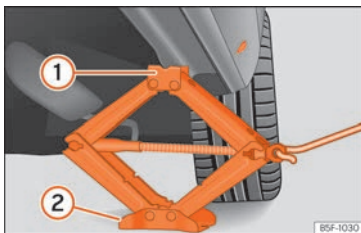

Abb. 77 Wagenheber anbringen
- Drehen Sie die Kurbel des unter dem Aufnahmepunkt des Längsträgers befindlichen Wagenhebers*, bis sich die Nase ① » » **Abb. 77** unter der vorgesehenen Einführung befindet.
- Richten Sie den Wagenheber* so aus, dass sein Aufnahmehorn ① in die dafür vorgesehene Aufnahme am Längsträger „greift“ und die bewegliche Grundplatte ② plan auf dem Boden aufliegt. Die Bodenplatte ② muss sich dabei senkrecht unter dem Aufnahmepunkt ① befinden.